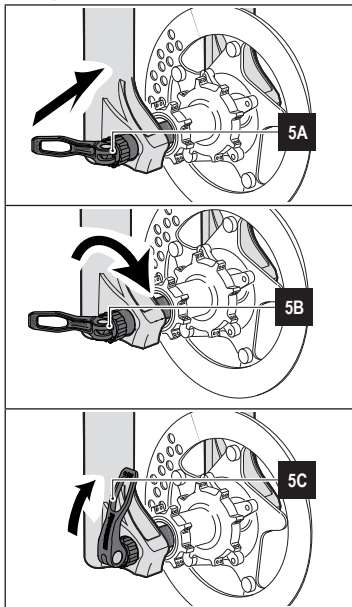

Figure 5 - Installation de la roue sur fourches avec axe à serrage rapide QR20
- Alignez le moyeu de la roue face aux trous de la fourche (voir le 5A - Figure 5).
- Installez l'axe par le bon côté. (Voir le 5A - Figure 5).
- Maintenez le levier rapide entièrement ouvert et tournez celui-ci dans le sens des aiguilles d'une montre (voir le 5B - Figure 5) jusqu'à ce qu'une résistance au vissage soit perçue.
- Au moyen de l'écrou rapide installé à la fin de l'axe, fermez le levier (voir le 5C - Figure 5) ; de cette façon, la roue sera correctement attachée à la fourchette.
- Vérifiez que le levier de serrage est en dans une position qui assure une attache correcte de l'axe, et que cette position n'est pas sujette à des collisions ou à des desserrages intempestifs pendant l'utilisation (voir le 5C - Figure 5).